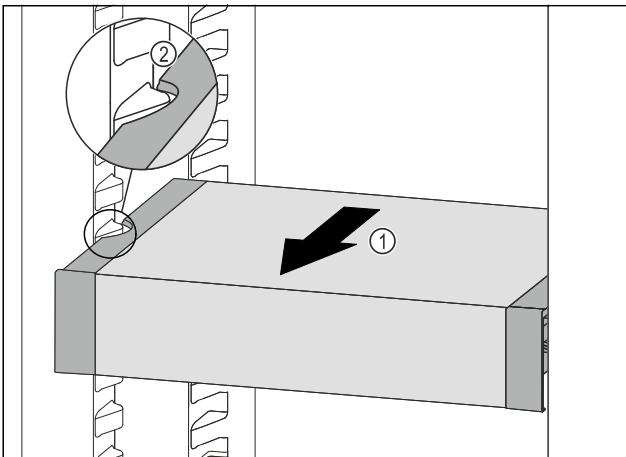

Fig. 105
► Tire del VarioSafe hacia delante Fig. 105 (1) hasta que los huecos laterales del VarioSafe se encuentren a la altura de la nervadura del recipiente en el compartimento del refrigerador. Fig. 105 (2)